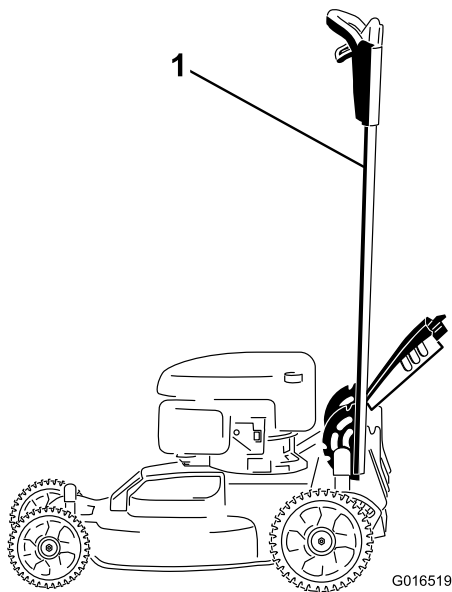

Figura 41
1. Bloquee el manillar en la posición vertical (Figura 41); consulte Ajuste de la altura del manillar (página 11).